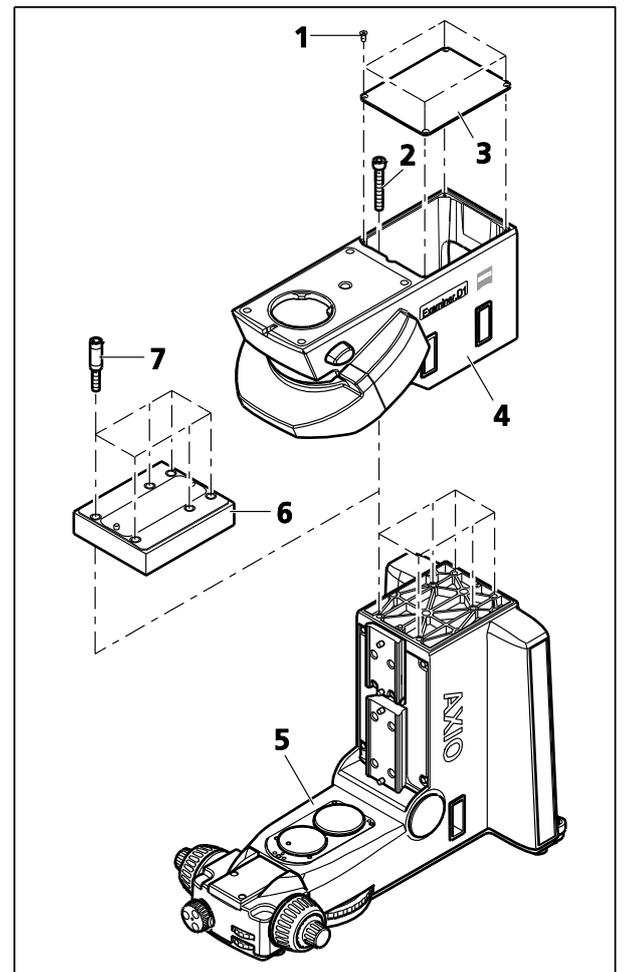

图 3-32 更换主机架顶部并插入适配器
- 拧下固定护盖的四颗紧固螺钉（图 3-32/1）。
- 从主机架顶部取下护盖（图 3-32/3）。为此，将螺丝刀插入位于正面的装配开口，然后提起护盖。
- 将主机架顶部（图 3-32/4）固定到位，拧下六颗内六角螺钉（图 3-32/2），然后取下主机架顶部。
- 如果要安装适配器（图 3-32/6），请将定距套（图 3-32/7）拧入主机架底部，然后安装 30 mm 适配器。
- 将要安装的主机架顶部（图 3-32/4）放在主机架下部（图 3-32/5）或适配器上，将其固定到位，然后拧紧六颗内六角螺钉（图 3-32/2）加以固定。
- 重新盖上护盖（图 3-32/3）。
- 拧紧护盖的四颗紧固螺钉（图 3-32/1）。